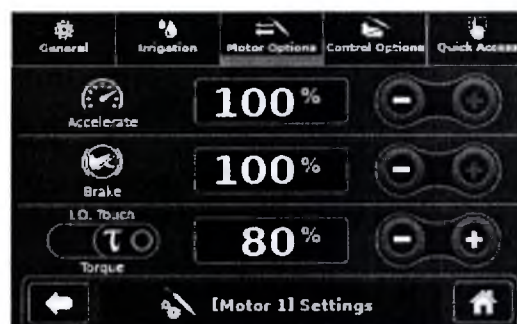

Рисунок 23 – Экран опций двигателя
2. При необходимости откорректируйте настройки (Рисунок 23).